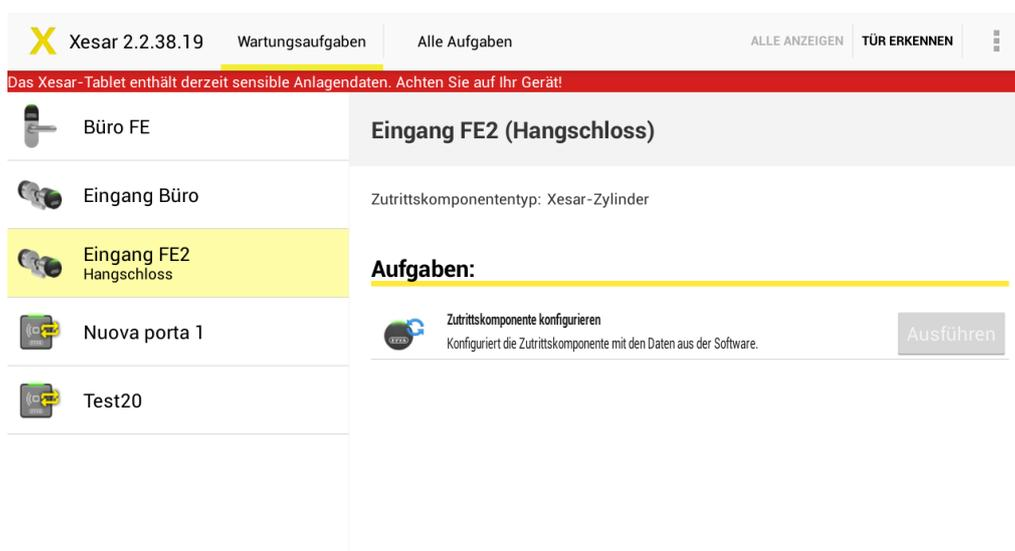

Abbildung 146: Xesar-Tablet – Xesar-Zutrittskomponente taufen
- Wählen Sie am Xesar-Tablet die richtige Xesar-Zutrittskomponente aus der Liste der Wartungsaufgaben und die gewünschte auszuführende Aufgabe aus (Abbildung 146: Xesar-Tablet – Xesar-Zutrittskomponente taufen).